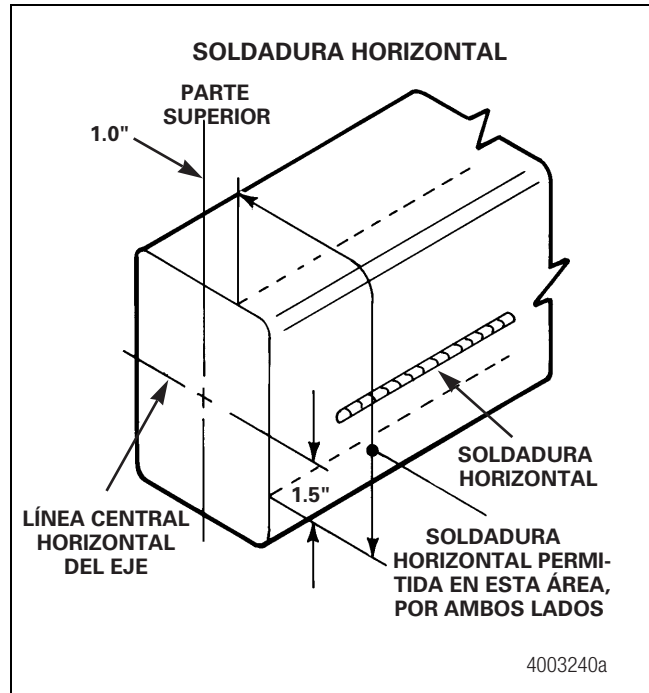

Figura 7.13
- No se permite soldar horizontalmente en más de 1.50 pulgadas (38.1 mm) por debajo de la línea horizontal central del eje. Figura 7.13.